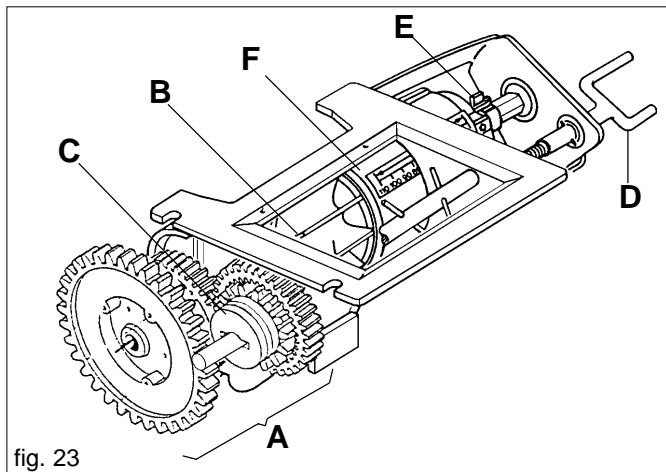
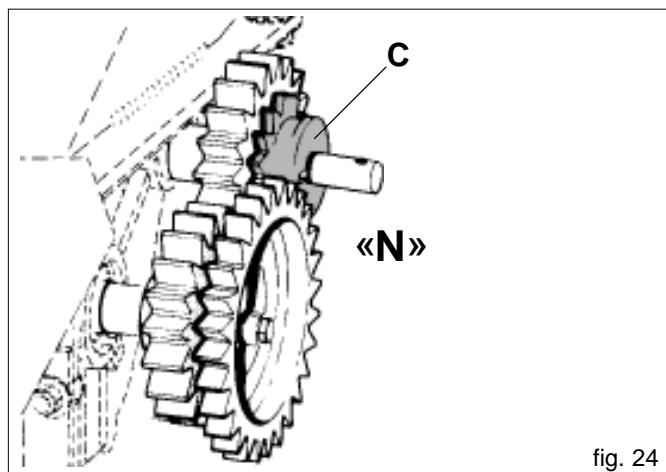
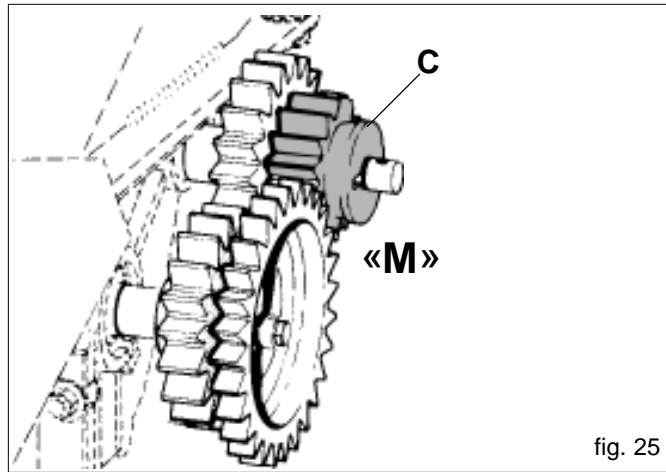

fig. 23
fig. 24
fig. 25
El dosificador (Fig 23), que es el órgano principal para el funcionamiento de la sembradora, se encuentra colocado debajo del tanque de las semillas. Recibe el movimiento de la rueda de transmisión a través de los engranajes (que tendrán una relación proporcional a la anchura del trabajo que se deberá efectuar) y de las cadenas. Consta de un cambio (A Fig. 23), permite dos relaciones de transmisión al rodillo distribuidor (B) variando la posición de la rueda dentada roja (C Fig. 24, 25). En la posición «N» (Fig. 24), la relación con el cambio es de 1:1 dictada por el par de ruedas dentadas Z19; colocando la rueda (C) en «M» (Fig. 25), el rodillo distribuidor demediará los propios giros, puesto que la transmisión será compuesta por la rueda motriz Z14 y la rueda conducida Z28. Al efectuar una prueba de dosificación así como viene descrito en el capítulo 3.4.2 se notará que, respecto a la prueba con la relación 1:1, la cantidad de producto distribuido resultará demediado (véase la Tabla 5). La posición «M» de la rueda dentada (C) es necesaria para la distribución de semillas y para cantidades relativamente pequeñas. La varilla de tornillo (D) permite graduar la abertura de la persiana según el valor de la escala graduada, indicado en la tabla y de la prueba de distribución (capítulo 3.4.2). El elemento de referencia para configurar la apertura de la válvula es el punto A (Fig. 28).
El resorte de bloqueo (E Fig. 23) permite modificar el campo de abertura de la persiana y simultáneamente la capacidad del rodillo dosificador.
De la tabla de las siembras se pueden tomar las indicaciones para una correcta distribución de la semilla. Las indicaciones que hay que considerar para proceder son: tamaño y tipo de la semilla (dimensiones normales o pequeñas, ejemplo: trigo y colza), la cantidad en Kg. que se debe distribuir por hectárea. Tamaño y tipo de semilla: preparar el dosificador para la distribución de la semilla escogida (vedo Table 4). La cantidad de la semilla que debe ser distribuida por hectárea, viene graduada por el aparato de dosificación (Fig. 23) moviendo el enrejado (F) por medio del eje de tornillo (D). Las posiciones de la escala dosificación (respecto de la referencia A Fig. 28) corresponden a los valores de la tabla de graduación en la columna de la izquierda (Tabella 5).